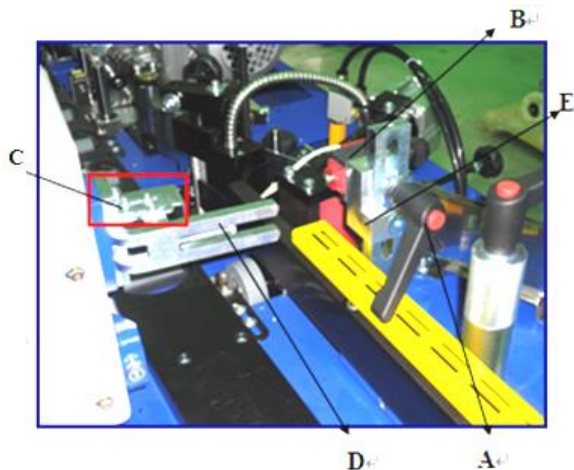

Рисунок 38
Система разблокировки, показанная на рис.38, имеет различные функции:
- Винт **А** (рис. 38) регулирует зазор ременного подающего механизма и, следовательно, давление бокового перемещения, которое обеспечивает надлежащее склеивание. Боковой прижим не должен быть чрезмерным, в противном случае, все модули попадут под нагрузку. Боковой прижим обычно устанавливается производителем при тестировании станка.
(рис. 38) немедленно останавливает все функции станка, кроме клеевой ванны. Открытие ременного подающего устройства имеет то же действие, что и аварийный выключатель. Перезапуск станка выполняется переключением в положение Вкл. Детали этой важной системы безопасности всегда должны быть исправны.
- с) Система трения скольжения **Е** (рис. 38) удерживает алюминиевый блок на месте, когда ременное подающее устройство открыто. Когда ременное подающее устройство закрыто, происходит специальный электрический контакт, разрешая запуск станка.
Для различных операций (т.е.: облицовка чувствительного материала), возможно УМЕНЬШИТЬ боковой прижим, регулируя винт **D** (рис. 38), который действует в качестве упора на подающем узле.
Следовательно, необходимо повторно установить специальный электрический контакт **B** (рис. 38), используя винты на впазах **C** (рис. 38).